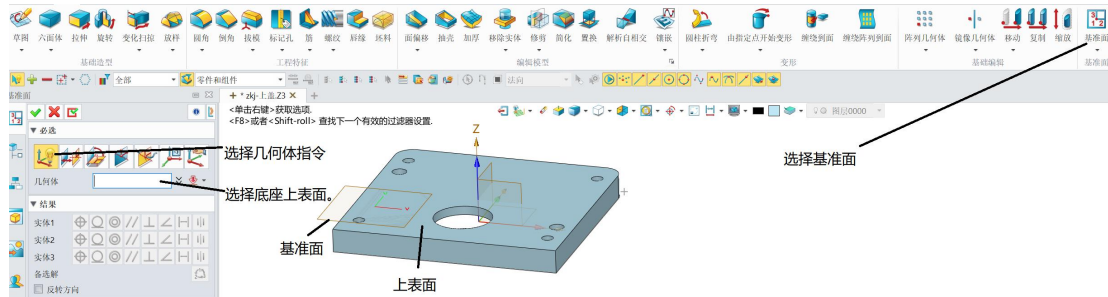
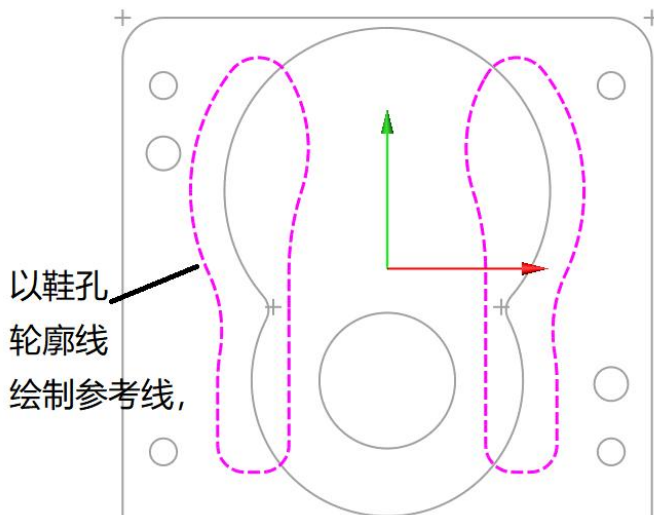

图 9-12 创建基准面
图 9-13 绘制参考线
8、绘制鞋孔，先在底座上表面绘制基准面，如图 9-12 所示。
9、以图 9-12 所创建的基准面绘制草图，并参考鞋孔轮廓线，如图 9-13 所示。